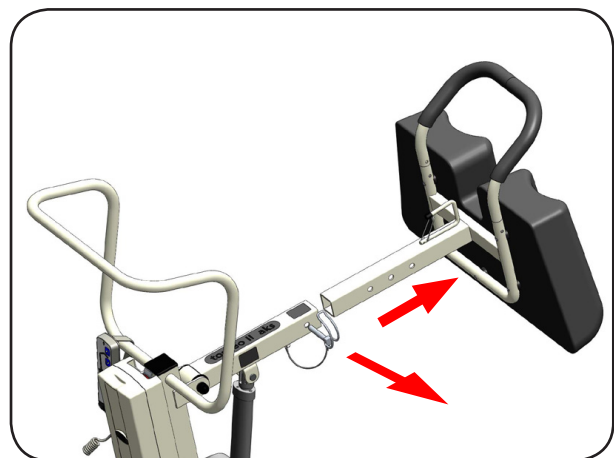

Abbildung 31
3. Ziehen Sie den Rohrklappstecker zur Sicherung des Hebearms heraus. Ziehen Sie den Hebearm heraus und legen Sie ihn bei Seite. Stecken Sie den Rohrklappstecker wieder in die Hebearmaufnahme (Abbildung 31).